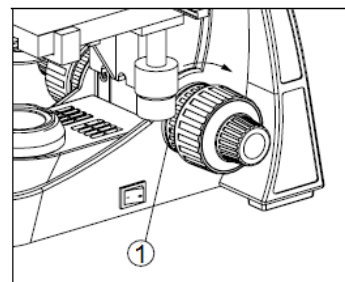

Fig. 3 Freio de fixação
- Para solucionar os problemas a seguir, ajustar o freio de fixação (1): o botão de ajuste grosseiro está difícil de girar, o preparado sai de foco lentamente, a platina escorrega (vide Fig. 3).